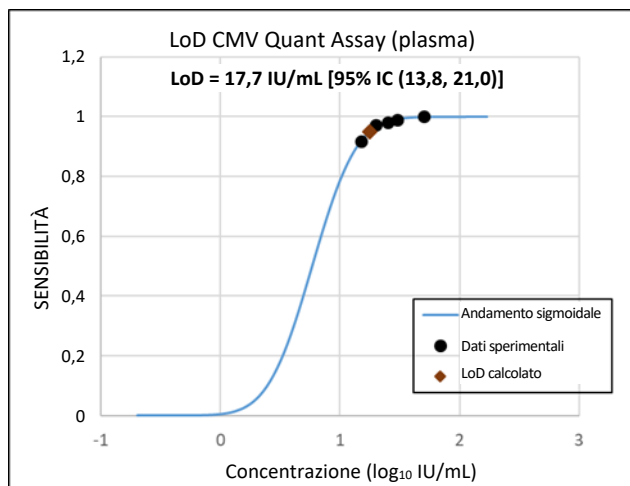

Figura 2: Analisi con modello Probit usata per determinare il LoD del NeuMoDx CMV Quant Assay in campioni di plasma
Il LoD del NeuMoDx CMV Quant Assay in plasma per la variante gB1 è stato determinato nella quantità di 17,7 IU/mL (1,25 log₁₀ IU/mL) con un intervallo di confidenza (IC) al 95% di 13,8 - 21,0 IU/mL, (1,14 - 1,32 log₁₀ IU/mL) [Figura 2]. Il LoD per tutti i genotipi è di 20,0 IU/mL (1,30 log₁₀ IU/mL) come determinato dall'analisi hit rate.